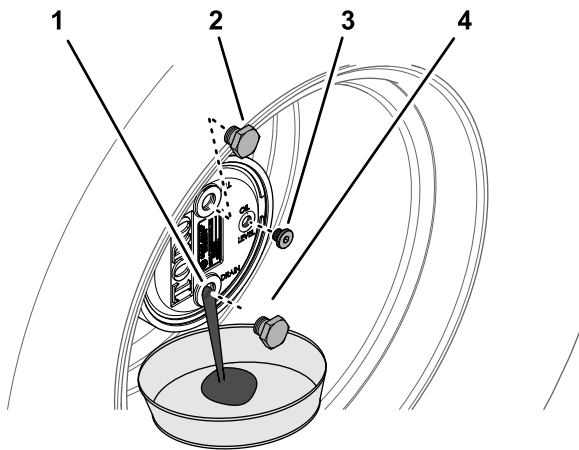

図 68
2. 補給プラグが時計の 12 時を指し、点検プラグが 3 時の位置を指すようにマシンを駐車する 図 68。
3. プラネタリハブの下にオイル回収容器を置き、6 時の位置にあるドレンプラグを外してオイルを抜く 図 68。
5. プラネタリハウジングのドレン穴にプラグを取り付ける 図 68。